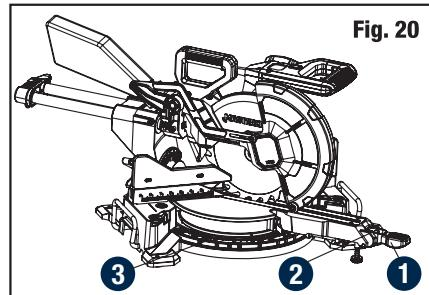

Fig. 20
**COUPE D'ONGLET (fig. 20)**
- Lorsque vous devez effectuer une coupe d'onglet, déverrouillez la table en soulevant la poignée de verrouillage des onglets (1).
- Appuyez sur le bouton de verrouillage (2) d'onglet et faites pivoter la table vers la droite ou vers la gauche au moyen de la poignée d'onglet.
- Lorsque la table est dans la position souhaitée, comme indiqué sur l'échelle d'onglet (3), appuyez sur la poignée de verrouillage pour verrouiller la table de la scie en place. La table est désormais verrouillée à l'angle souhaité. Il y a des butées fixes à 0°, 15°, 22,5°, 31,6° et 45°.